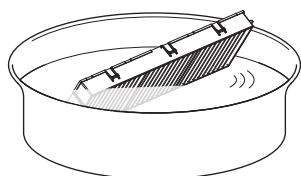

Fig. 1
2) Retirez le couvercle de filtre à air. (Fig. 1)
1) Lavez le filtre à air. (Fig. 1)